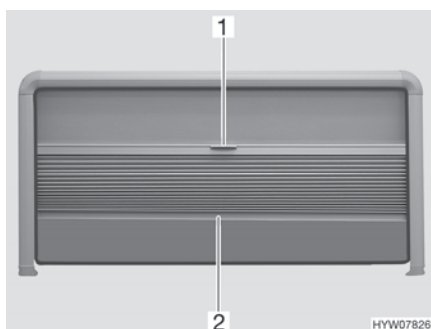

Bild 13 Plisségardin och insektsnät (överkantshängt fönster)
- Ta tag i mitten på plisségardinens kantlist (Bild 13,2) och dra försiktigt ned den.
- Öppna:** ■ Håll plisségardinens kantlist (Bild 13,2) i mitten och skjut upp plisségardinen försiktigt.
- Stänga:** ■ Drag ned insektsnätet (Bild 13,1) i handtaget.
- Öppna:** ■ Drag upp insektsnätet helt (Bild 13,1), drag i handtaget.